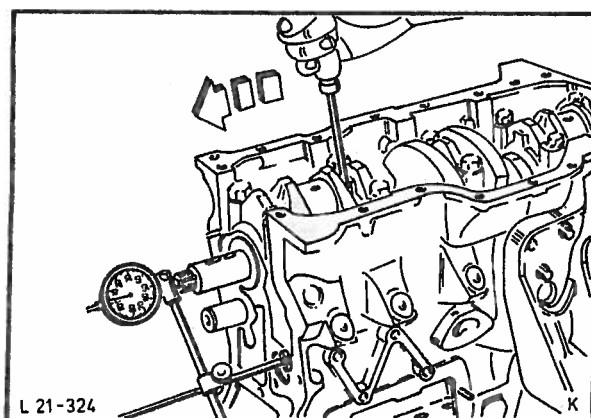

Fig. 63 Kontroll av veivakselens endeklaring.
34. Kontroller veivakselens endeklaring med et måleur, fig. 63.